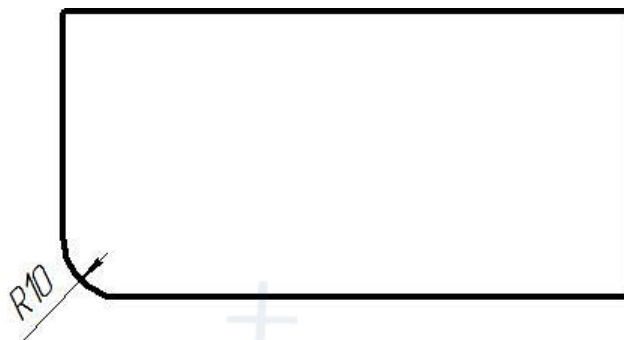

Рис. 93
**Сопряжение** → Д (радиус) → Enter → Радиус сопряжения **10** → Enter → Выбрать **первый объект** → Выбрать **второй объект** – сопряжение построено (рис. 93).